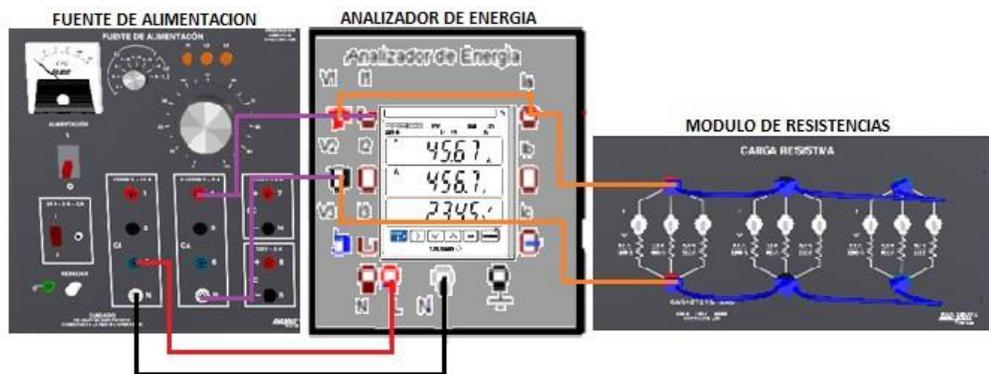

Figura 5.1
1. Use los módulos EMS 8311 de resistencia, el analizador de energía y fuente de alimentación, para conectar el circuito de la figura 5.1 Sistema monofásico.